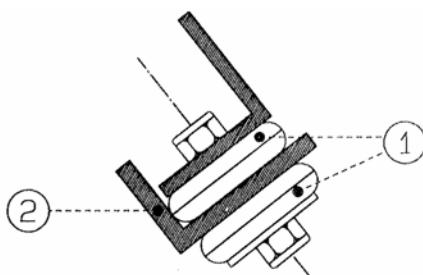
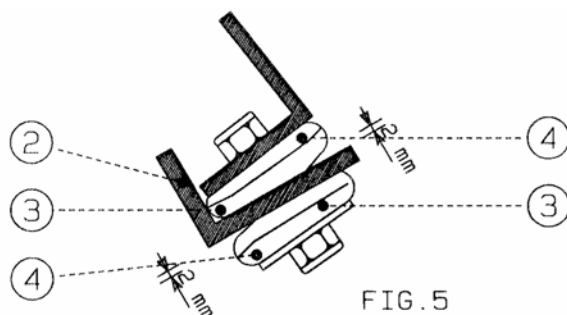

FIG. 4
FIG. 5
Se consideriamo i raschietti a riposo (fig. 4), gli anelli in gomma (1) appoggiano al supporto (2) su tutta la loro circonferenza. Quando invece lavorano (fig.5), i raschietti ruotano sull'asse della loro sfera, comprimendo sul supporto una parte dell'anello in gomma (3) mentre l'altra si solleva (4). Stessa cosa succede dalla parte opposta del supporto, quindi se valutiamo la distanza che si crea tra il bordo esterno dalla parte che si solleva e il supporto, possiamo determinare la pressione ideale di lavoro che è di 2 mm. circa